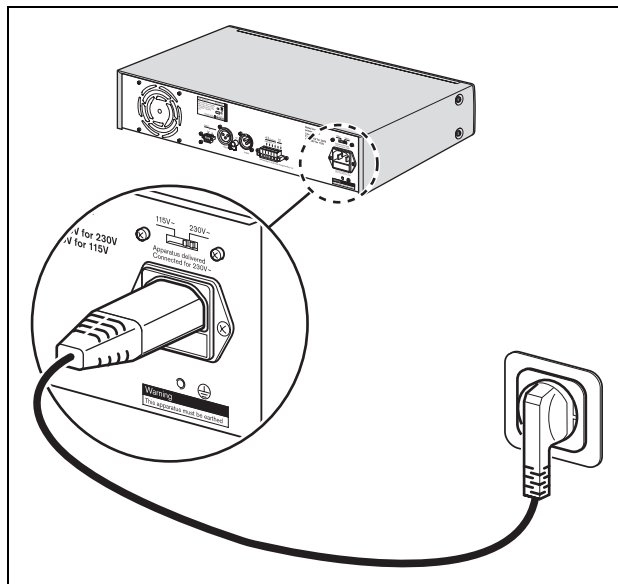

Abbildung 3.2: Stromanschluss und Spannungswähler
- 1 Sorgen Sie stets dafür, dass der Spannungswähler (115/230 VAC) korrekt entsprechend der Netzspannung vor Ort eingestellt ist (siehe Abbildung 3.2).